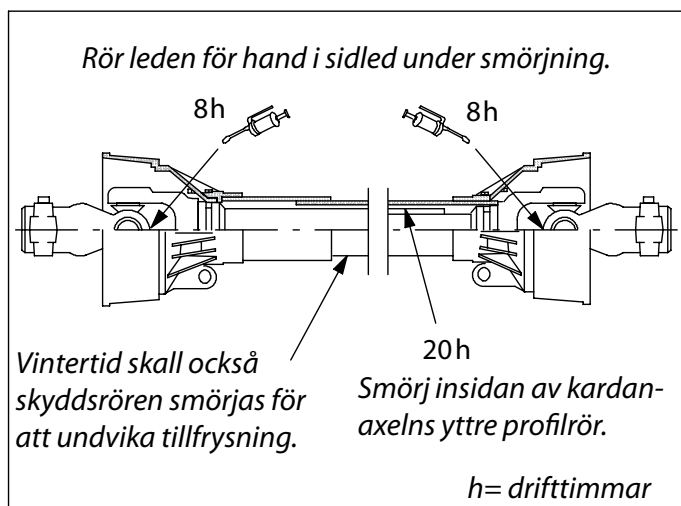

Bild 9. Kardanaxelns smörjpunkter och intervaller
- Smörj kardanaxeln före idrifttagningen och därefter regelmässigt enligt, bild 9.